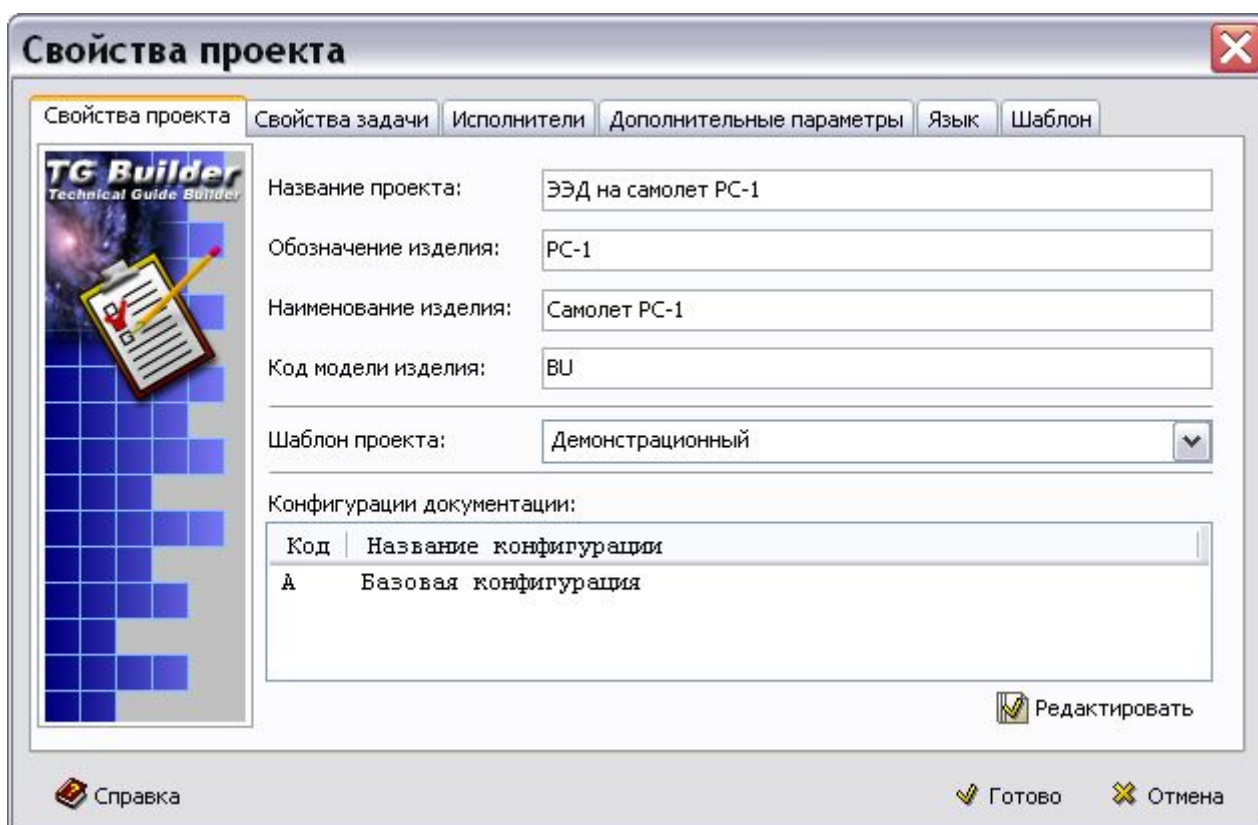

Рис. 2.36
2. Выделите нужный проект и нажмите на кнопку **Параметры проекта**  или выберите из контекстного меню проекта пункт **Параметры проекта**. После этого откроется диалоговое окно **Свойства проекта** (Рис. 2.36).